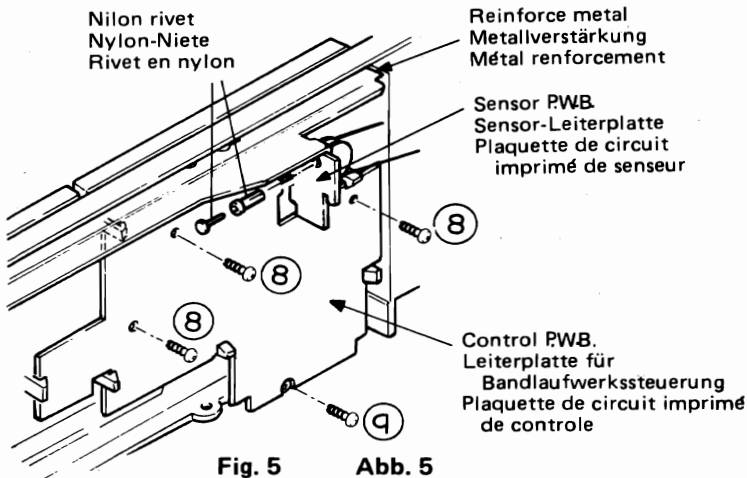

Fig. 5 Abb. 5
6. Control P.W.B., Sensor P.W.B. (Fig. 5)
6. Leiterplatte für Bandlaufwerkssteuerung (Abb. 5)
6. Plaquette de circuit imprimé de contrôle et détecteur (Fig. 5)